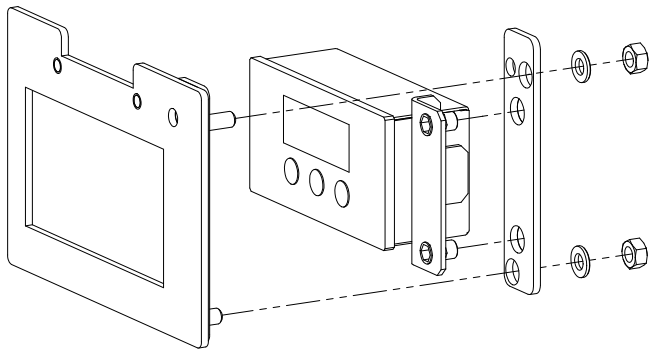

Fig.2
- Fixer les tôles de maintien fournies à l'aide des rondelles et écrous sur l'électronique (Fig.2).
- Pour faciliter l'installation de l'OEC, tourner complètement la partie pivotante de l'appareil en actionnant le cale-pied (voir Instructions Pico Compact, Fig.2) vers la gauche ou vers la droite. Pour débloquer le cale-pied voir Instructions Pico Compact, chapitre «Poêle pivotant».